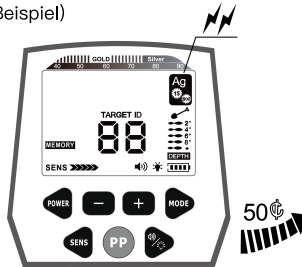

Abb.13
d. Beim Durchlaufen der 50 ¢–Silbermünze spricht der Detektor an und zeigt damit an, dass der Detektor die 50 ¢–Silbermünze gespeichert hat. Auf die anderen fünf Proben reagiert der Detektor nicht. (siehe Abb.13, nehmen Sie die 50 ¢–Silbermünze als Beispiel)